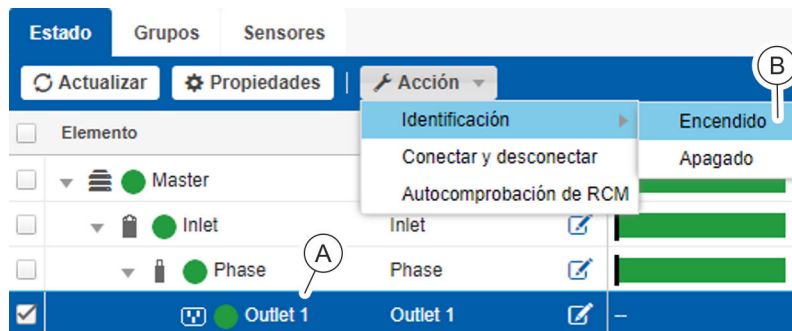

Fig. 105: Menú "Estado" – Pestaña "Estado"
2. ▶ En la pestaña "Estado", seleccione el enchufe hembra o el grupo de enchufes hembra que desee (Fig. 105/A).
3. ▶ A través de "Acción → Identificación → Encendido" (Fig. 105/B), active la identificación del enchufe hembra o grupo de enchufes hembra seleccionado.
4. ▶ A través de "Acción → Identificación → Apagado" (Fig. 105/C), desactive la identificación del enchufe hembra o del grupo de enchufes hembra seleccionado.